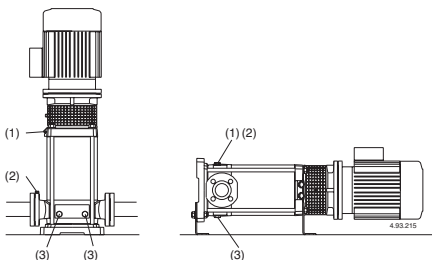

Рис. 4 (1) Наполнение и отдушина
При положении насоса выше уровня перекачиваемой жидкости (работа в режиме всасывания, рис. 3А) или при недостаточной высоте напора (менее 1 м) для открытия обратного клапана наполните всасывающую трубу и насос через соответствующее отверстие (1) (рис. 4). Для удобства можно использовать шланг (или колено) и воронку.
Во время наполнения винт со штифтом (14.17) в сливной пробке (14.12) должен быть откручен, чтобы имелось соединение между камерой подающей части и камерой всасывающей части (рис. 4а).
Рис. 4а Наполнение: внутренний проход закрыт
Рис. 4б При работе: внутренний проход открыт
При работе под гидравлическим напором (рис. 3В) наполняйте насос, медленно открывая задвижку на всасывающей трубе до полного раскрытия; при этом, задвижка в подающей трубе и отдушны (1) и (2) должны быть полностью открыты (рис. 4), чтобы выпустить воздух.
Закройте отдушны (1) и (2) (рис. 4).
Для MXV-B, MXV(L) 25-32-40 и MXV(L)4 25-32-40 Затяните игольчатый винт (14.17) в сливной заглушке (14.12) (рис. 4б) и закройте отверстие для выпуска воздуха (14.04).
Если заливка прерывается (непостоянный поток на подаче при открытых задвижках) или если давление на манометре колеблется, провести повторный выпуск воздуха на всасывании (2), проверить герметичность всех соединений всасывающей трубы и крепко затянуть выпускную заглушку (2) и сливные заглушки (3) со стороны всасывания (рис. 4).
По возможности, как в случае временной работы с грязными жидкостями, прокачайте через насос немного чистой воды для удаления осадков. Либо, после слива воды, промойте насос, залив не менее 4 л чистой воды в заливочное отверстие (1) со стороны подачи и дав ей выйти через сливное отверстие (3) со стороны всасывания (рис. 4).
Перед разборкой насоса отсоединить провод от зажимной коробки, закройте задвижки на всасывании и подаче и слейте жидкость из корпуса насоса (рис. 4).
5. снять винты (61.07) и снять втулку (32.00) с подшипником (66.00) и соединением (64.22) с верхней крышки (34.02) и вала (64.00) – рис. 4б;